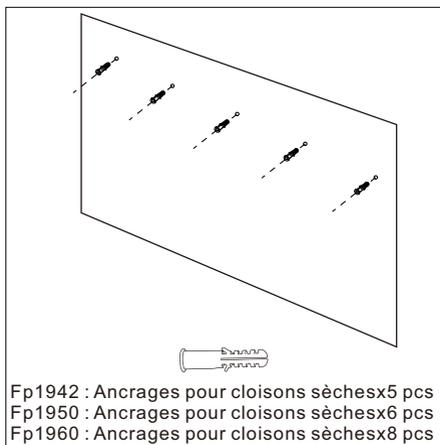

fig.6
1. Percez des trous dans le mur et installez des ancrages pour cloisons sèches sur le mur. (fig.6)
5. Percez 5 trous sur le mur et installez 5 ancrages pour cloisons sèches sur le mur. (fig. 6)